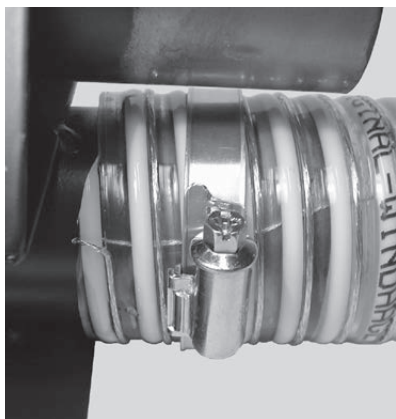

Fig. 14 Fissaggio delle clips
- ▶ Scorrere le clips sul tubo ed inserire nei connettori. Il cavo di terra deve essere ben in contatto con i connettori. Se necessario, tirare giù il rivestimento del tubo. Serrare le clips del tubo – Fig. 14.